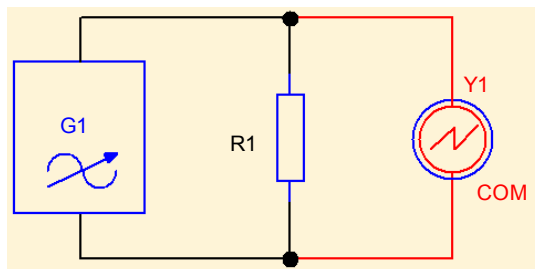

Рис. 5. Подключение осциллографа
5. Выбрать главу 4 «Генератор сигналов и осциллограф». Соединить заземляющий контакт резистора на экспериментальной схеме 6 с гнездом COM, а верхний контакт резистора с гнездом входа Y1 осциллографа (рис. 5).